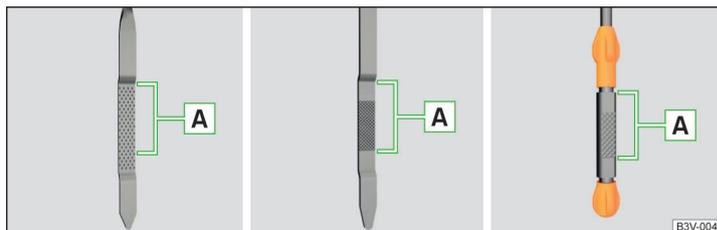

Abb. 299 Ölmessstabvarianten
Der Ölstand muss im Bereich **A** liegen » Abb. 299. Liegt der Ölstand unterhalb des Bereichs **A**, das Öl nachfüllen.
- Der Ölstand darf keinesfalls außerhalb des Bereichs **A** liegen » Abb. 299 - anderenfalls besteht die Gefahr der Beschädigung des Motors sowie der Abgasanlage.